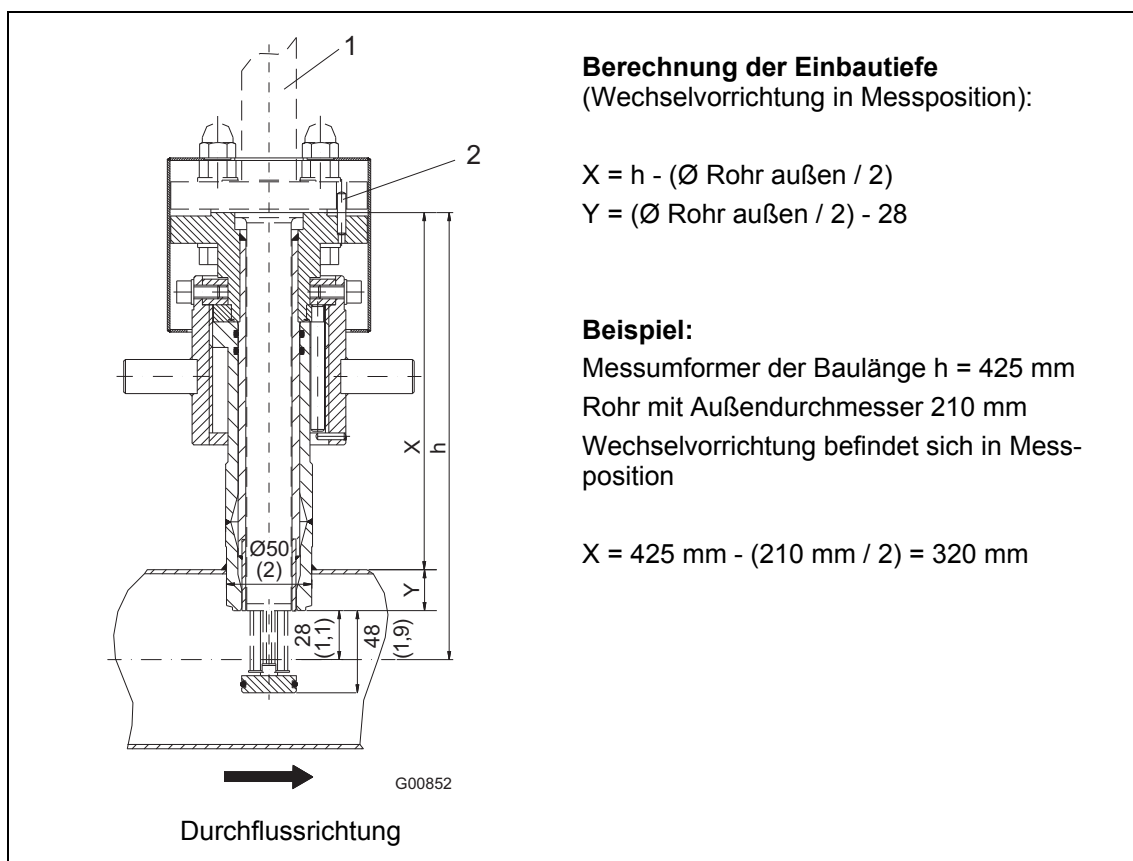

Abb. 9: Abmessungen in mm (inch). Wechsellvorrichtung in Messposition
- Der Zentrierstift des Adapters muss in Flucht zur Rohrachse in Strömungsrichtung stehen (auslaufseitig, hinter der Messstelle), siehe Abb. 9.